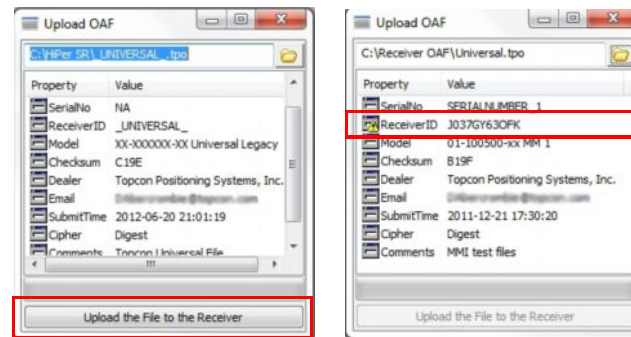
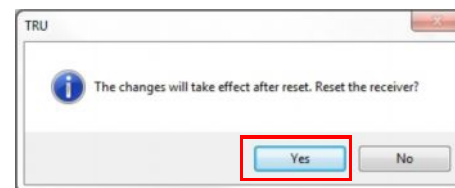

Рис. 12: Проверка совместимости OAF
Рис. 13: Перезагрузка приемника
- Нажмите Загрузить файл на приемник (Рис. 12), чтобы начать загрузку файла. При загрузке файла OAF на приемник SRU предложит перезагрузить приемник для включения новых опций авторизации (Рис. 13).